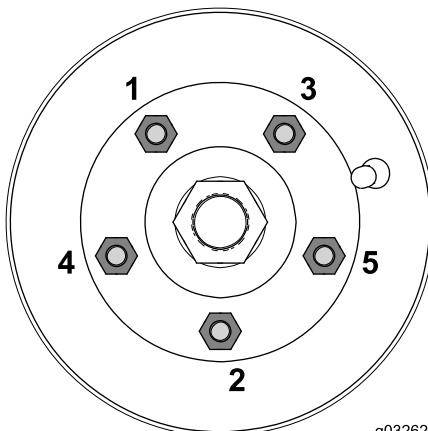

Figure 84
3. Serrez les écrous de roue à un couple de 88 à 115 N·m dans l'ordre suivant (Figure 84).